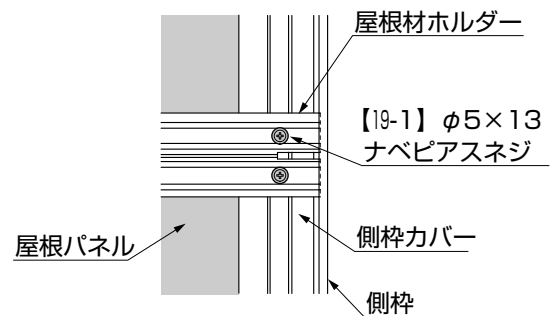

図6-9
- 側枠カバー側のネジだけを固定して、反対側は次の屋根パネルとアーチカバーを取付けた後で固定してください。(図6-9参照)